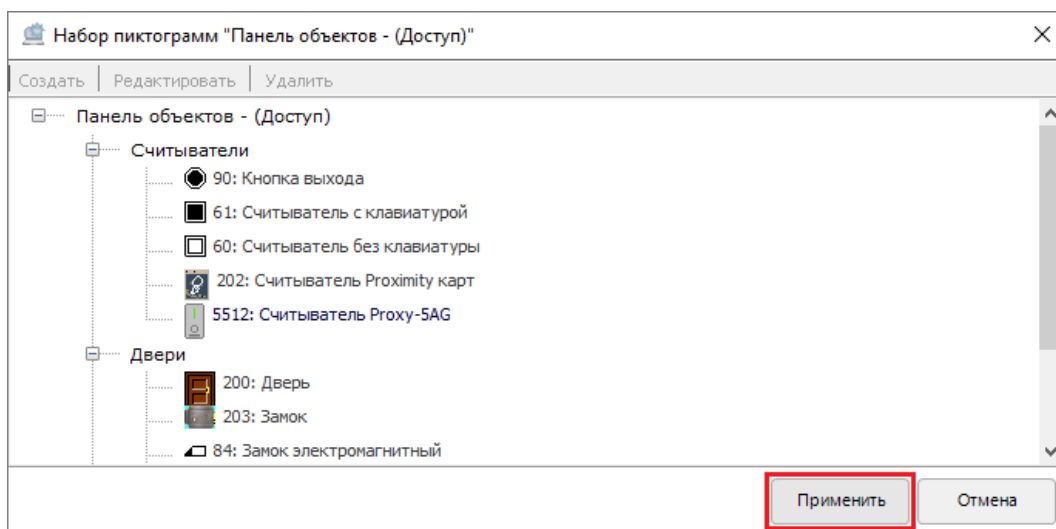

Рисунок 6-508 Подтверждение добавления новых пользовательских видов пиктограмм и соответствующих им кнопок
- 6) для сохранения изменений нажмите в окне редактора «Набор пиктограмм» кнопку «Применить» (см. Рисунок 6-508) (чтобы отказаться от изменений необходимо нажать в окне редактора «Набор пиктограмм» кнопку «Отмена»).